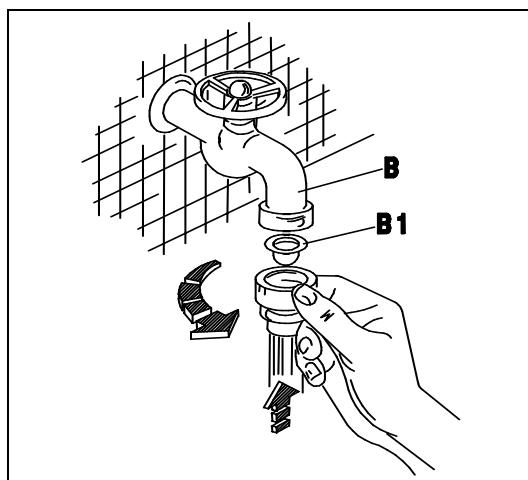
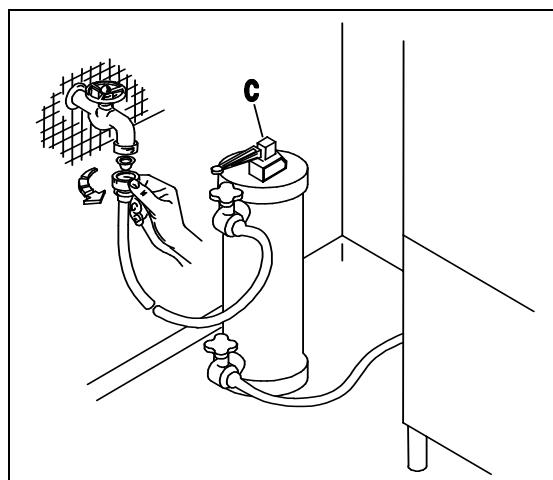
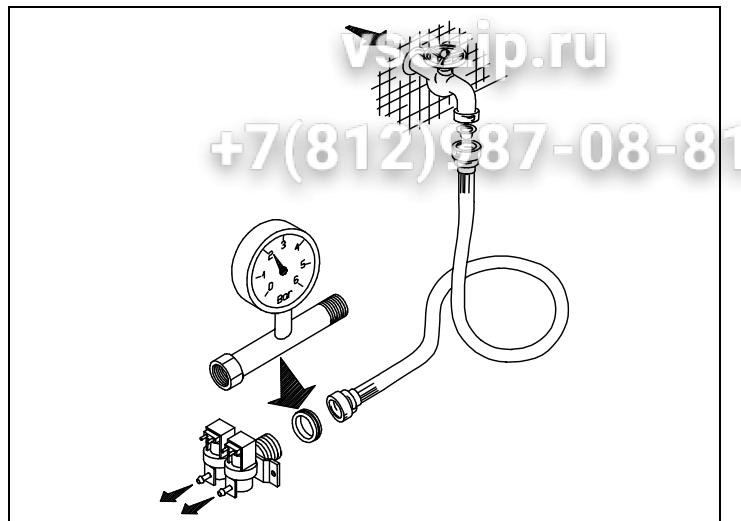
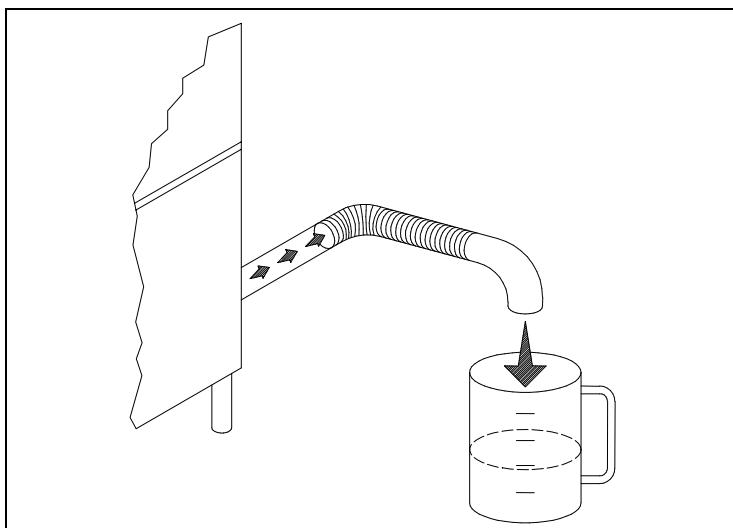

Fig. 2-2
Fig. 2-3
Fig. 2-4
Fig. 2-5
- L'apparecchio è previsto per l'allacciamento all'acqua fredda o calda (max 50 ÷ 55°C), con una pressione a valvola aperta come indicato nella Tab. 2-1. In caso di pressione superiore alla massima consigliata, bisogna installare un riduttore di pressione. In caso di pressione inferiore alla minima consigliata, bisogna installare una pompa di aumento pressione di max 0.5 Hp, con una portata di 20 L/min ed una prevalenza di 15÷20 mt.. Il controllo della pressione deve essere effettuato all'ingresso dell'elettrovalvola (ved. fig.2-4). La condutture dell'acqua deve avere un diametro interno di almeno 16/18 mm (ved. fig.2-5). Collegare il tubo di carico acqua dell'apparecchio ad un rubinetto d'intercettazione (B), posto preferibilmente nelle immediate vicinanze dell'apparecchio, interponendo l'apposito filtro in dotazione (B1) (ved. fig.2-2). Si consiglia l'installazione di un decalcificatore (C) (non in dotazione), montato a monte dell'elettrovalvola della macchina (ved.fig.2-3).
- The appliance is designed for connection to the cold or hot water supply (max. 50 55°C) at a mains pressure with the valve open as shown in Table 2-1 and a minimum output of 10 litres/min. If pressure exceeds the maximum, fit a pressure reducer. If pressure is lower than the minimum, fit a pressure booster pump of max. 0.5 HP, with an output of 20 litres/min. and a head of 15÷20 metres. Pressure must be measured at the solenoid valve inlet (see fig. 2-4). The water pipes must have an internal diameter of at least 16/18 mm (see fig. 2-5). Connect the appliance water supply pipe to a cut-out tap (B), preferably placed close to the appliance, fitting the special filter provided (B1) (see fig. 2-2). We recommend fitting a water softener (C) (not provided) upstream from the machine solenoid valve (see fig. 2-3).
- Das Gerät ist für den Anschluss an Warm- und Kaltwasser (max. 50-55°C) vorgesehen, wobei der Druck bei offenem Ventil dem in Tab. 2-1. Bei höherem Druck als dem empfohlenen einen Druckminderer installieren. Bei niedrigeren Druck als empfohlen eine Druckerhöhungspumpe mit max. 0,5 PS , einer Förderleistung von 20l/min und einer Förderhöhe von 15-20m installieren. Die Druckkontrolle muss am Eingang des Elektroventils erfolgen (siehe Bild 2-4). Die Wasserleitung muss einen Innendurchmesser von mindestens 16/18 mm aufweisen (siehe Bild 2-5). Den Zulaufschlauch des Gerätes an einen möglichst nahegelegenen Wasserhahn (B) anschliessen und den vorgesehenen Filter (B1) anbringen (siehe Bild 2-2). Der Einbau eines Etkalkers (C) wird empfohlen; dieser gehört nicht zur Ausstattung und muss vor dem Elektroventil der Maschine eingebaut werden. (siehe Bild 2-3).
- L'appareil peut être raccordé à l'eau froide ou chaude (50:55°C max) à une pression, soupape ouverte, comme indiqué dans le Tableau 2-1. Si la pression dépasse la pression maximum conseillée, il faut installer un réducteur de pression. Si la pression est inférieure à la pression minimum conseillée, il faut installer une pompe pour faire augmenter la pression de 0,5 Hp max., à un débit de 20 litres /min et à une hauteur d'élévation de 15-20 m. Le contrôle de la pression sera effectué à l'entrée de l'électrovanne (voir fig. 2-4). Les conduites d'eau auront un diamètre interne d'eau moins 16/18 mm (voir fig. 2-5). Raccorder la conduite d'arrivée de l'eau de l'appareil à un robinet secondaire (B), installé si possible tout près de l'appareil, après avoir intercalé le filtre spécial fourni (B1) (voir fig. 2-2). Nous conseillons d'installer un adoucisseur (C) (non fourni) qui sera monté en amont de l'électrovanne de la machine (voir fig. 2-3).
- Este aparato se puede alimentar con agua caliente o fría (máx. 50 ÷ 55°C); la presión del agua con válvula abierta está indicada en la Tabla 2-1. En caso de que la presión fuera superior a la máxima que se aconseja, instale un reductor de presión; si fuera demasiado baja, instale una bomba de aumento de presión de 0,5 Hp (máximo), con un caudal de 20 litros por minuto y una altura de elevación de 15 a 20 m. El control de la presión se debe efectuar en la entrada de la electroválvula (véase fig. 2-4). La tubería del agua debe tener un diámetro interior de 16-18 m. por lo menos (véase fig. 2-5). Conecte el tubo de alimentación del agua del aparato a un grifo de paso (B), que irá montado preferentemente muy cerca del aparato, tras interponer el filtro (B1) del equipamiento base (véase fig. 2-2). Es aconsejable instalar un descalcificador (C) (que no forma parte del equipamiento base). El descalcificador irá montado antes de la electroválvula de la máquina (véase fig. 2-3).
- O aparelho é predisposto para ser alimentado com água fria ou quente (máx 50-55°C), com uma pressão, com a válvula aberta, como indicado na Tab. 2-1 e com um fluxo de 10 lt/min. No caso de uma pressão superior à máxima indicada, é necessário instalar um redutor de pressão. No caso de a pressão ser inferior à indicada, é necessário instalar uma bomba de máx 0,5 Hp, com um fluxo de 20 lt/min. O controle da pressão deve ser efetuado na entrada da electroválvula (ver figura 2-4). O tubo de água ou mangueira deve ter um diâmetro interno de pelo menos 16/18 mm (ver fig. 2-5). Conectar o tubo de alimentação de água do aparelho à uma torneira de fechamento manual (B), colocada de preferência proxima ao aparelho, conectando o filtro em dotação (B1) (ver fig. 2-2). Aconselha-se a instalação de depurador (filtro) de águas duras (calcário) (C), o qual não é previsto no fornecimento da máquina, montado antes da entrada da electroválvula (ver fig. 2-3).
- Het apparaat is geschikt voor aansluiting op warm of koud water (max. 50 - 55°C), met een druk bij geopend ventiel zoals aangegeven in Tab. 2-1. Bij een hogere druk dan de geadviseerde maximum druk moet er een drukregelaar geïnstalleerd worden. Bij een lagere druk dan de geadviseerde minimum druk moet een drukverhogingspomp van max. 0,5 HP geïnstalleerd worden met een opbrengst van 20 l/min en een opvoerhoogte van 15-20 m. De controle van de druk moet op de ingang van het elektroventiel gecontroleerd worden (zie afb. 2-4). De waterslang moet een inwendige diameter van ten minste 16/18 mm hebben (zie afb. 2-5). Sluit de watertoever slang van het apparaat aan op een afsluitkraan (B) die bij voorkeur dicht bij het apparaat geplaatst moet zijn en zet het speciale meegeleverde filter (B1) ertussen (zie afb. 2-2). Er wordt geadviseerd om een waterontharder (C) (niet meegeleverd) te installeren, die vóór het elektroventiel van de machine geplaatst moet worden (zie afb. 2-3).